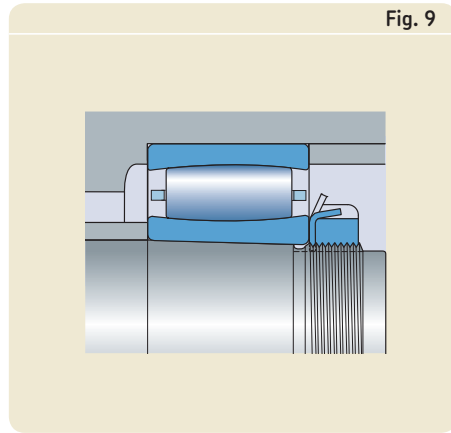

Fig. 9
- direkt på konisk axeltapp låses normalt med en låsmutter på axelns gänga (→ **fig. 9**)